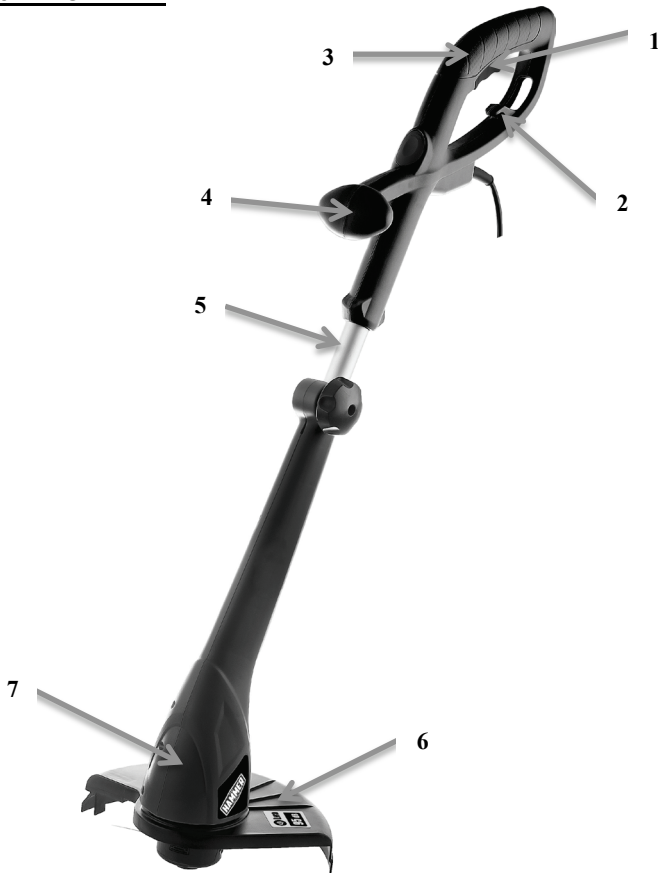

Рис.1
- Установите крышку с катушкой на пружину (4, рис.1) и нажмите вниз, пока зажимы (6, рис. 3) не защелкнутся в отверстиях корпуса триммерной головки